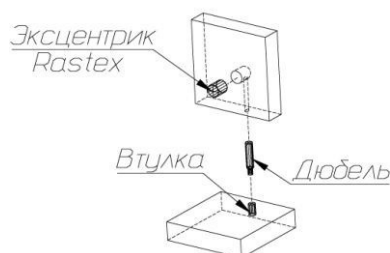

Рис. 1
1. В боковые стенки (51), (52), горизонтальные щиты (54), (55), планку крепления (58) в имеющиеся отверстия установить эксцентрики, таким образом, чтобы стрелка была повернута в сторону отверстия в торце.
В установленные муфты эксцентриковых стяжек на боковых стенках (51), (52) и крышке (53) вернуть дюбели (рис. 1).
2. На боковые стенки (51), (52) установить направляющие для ящиков с помощью шурупов 6,3x10,5мм (при установке направляющих - первое отверстие на боковой стенке совместить с третьим отверстием в верхнем ряду на направляющей).